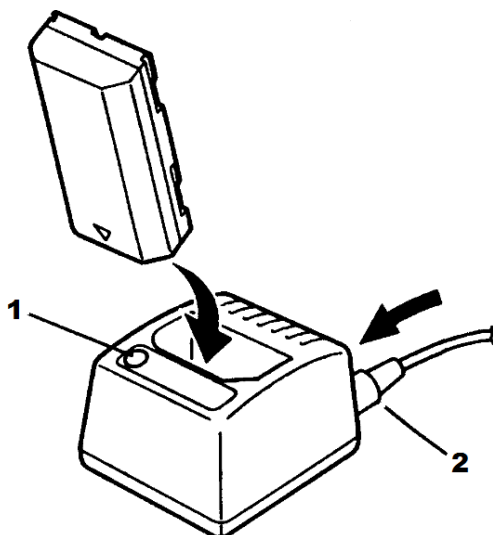

Figura 4. Singolo slot Diagramma di carica della batteria
- Inserire l'uscita dell'adattatore AC nel jack d'ingresso sul retro del caricatore della batteria indicato nella Figura 4.
- Mettere semplicemente la batteria nel vano del caricatore come mostrato nella figura 4. Garantire che i due contatti dorati sulla batteria siano rivolti verso il basso nella tasca.